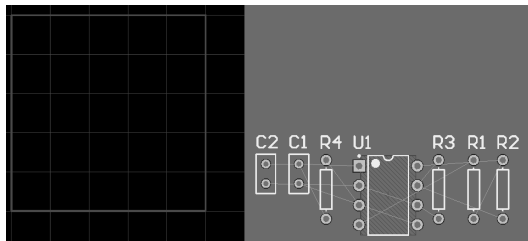

图 3.1.15 去除 ROOM 区的 PCB 板
(1) 此时可以看到,元器件封装被一个称作“555 电路”的红色 ROOM 区域包围,单张电路图生成的 PCB 通常不需要这个区域,单击 ROOM 空白区,将其删除即可,如图 3.1.15 所示。